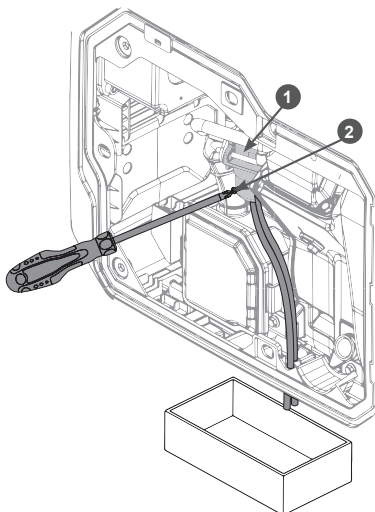

Рис. 15. Слив топлива из карбюратора
4. Поместите ёмкость под дренажные трубки карбюратора, выходящие под корпус генератора (Рис. 15).
5. Отвёрткой с крестовым наконечником на 2-3 оборота открутите на карбюраторе винт 1 и слейте топливо из поплавковой камеры в подготовленную для этого емкость (Рис. 15).
1. Слейте топливо из топливного бака и карбюратора (Рис. 15).